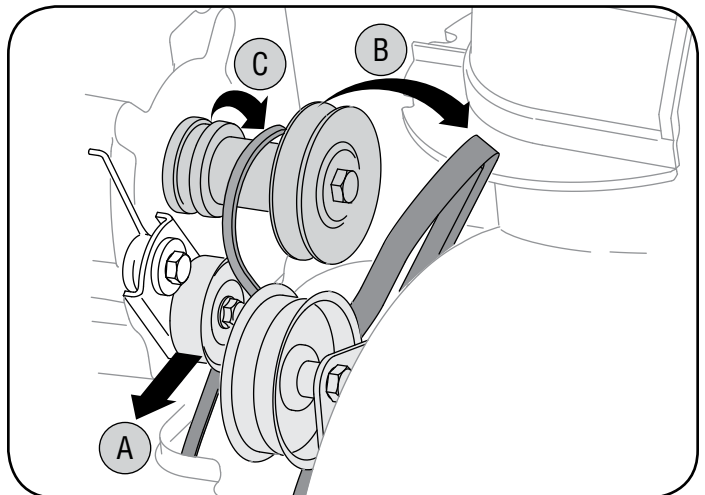

Figura 22
- Tome la polea loca y gírela hacia la derecha. Vea la figura 22. Inserte un destornillador a través de los orificios de alineación tanto en el soporte intermedio como en el motor. Esto liberará la tensión de la correa de transmisión.
- Levante la correa de la barrena para sacarla de la polea del motor. Vea la figura 22.